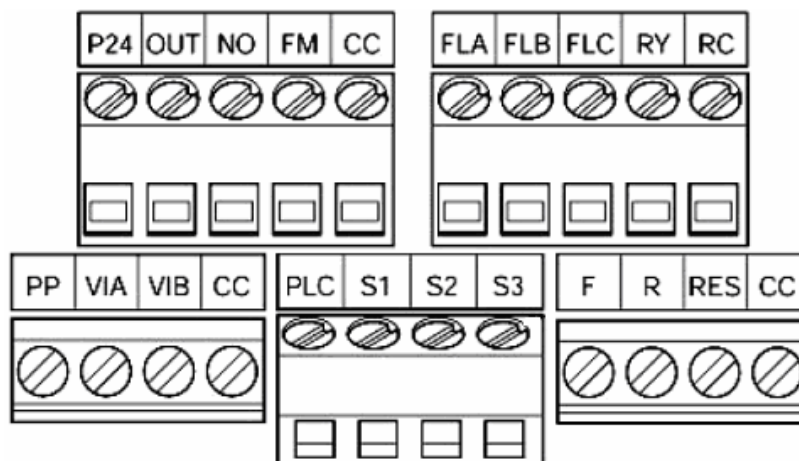

Рис. 1.5. Клеммник TOSHIBA VF-S11 для подключения цепей управления
Подключение управляющих и силовых цепей к клеммнику Toshiba VF-S11 показано на рис. 1.5 и 1.6, описание функций клемм силовых и управляющих цепей приведено в табл. 1.3 и 1.4 соответственно.
4. Изучить схемы подключения силовых и управляющих цепей к TOSHIBA VF-S11 (рис. 1.5 и 1.8), а также назначение соответствующих клемм (табл. 1.3 и 1.4).